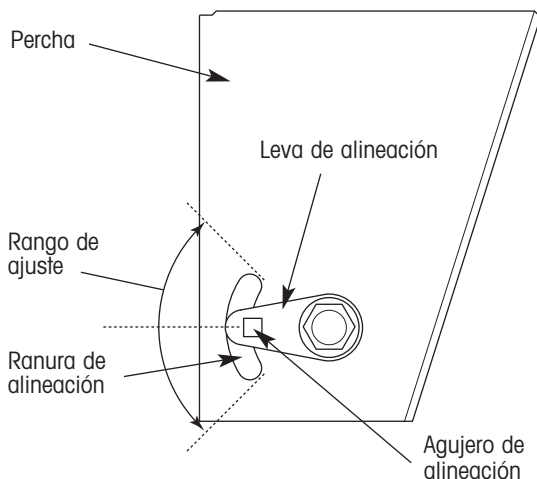

Figura 28. Detalles de orientación de la leva de alineación estilo SmartRide
- Inspeccione la orientación de la leva de alineación (figura 28). El agujero de alineación deben estar en el centro de la ranura de la percha.